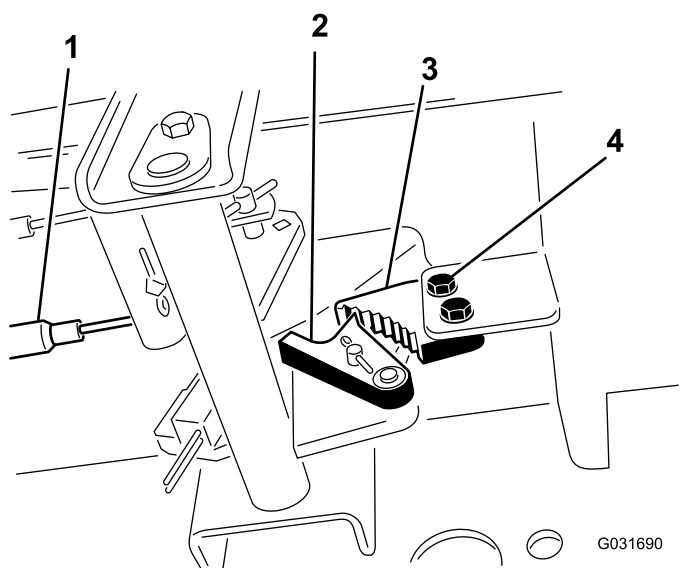

Figure 57
1. Desserrez les 2 vis qui fixent le cliquet du frein de stationnement au cadre (Figure 57).
2. Appuyez sur l'avant de la pédale du frein de stationnement jusqu'à ce que le verrou s'engage complètement sur le cliquet du frein (Figure 57).